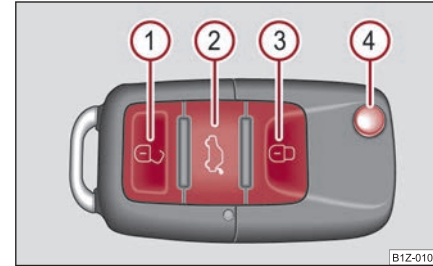

Fig. 49 Llave con radiotelemando
- Pulsar la tecla ① ⇒ fig. 49 durante aprox. 1 segundo.